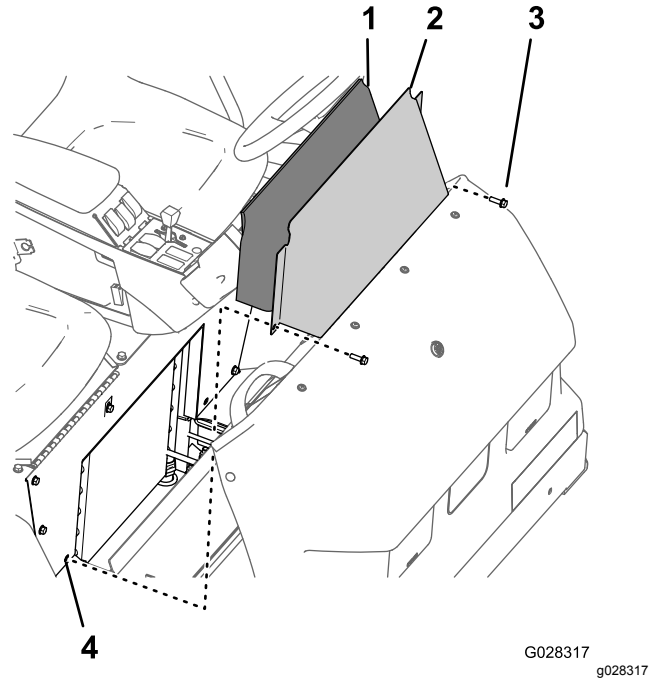

Bild 43
1. Entfernen Sie die zwei Bundkopfschrauben, mit denen die Abdeckplatte am Sitzunterteil befestigt ist (Bild 43).
2. Nehmen Sie die Abdeckung des Sitzunterteils und die Schallschluckplatte von der Maschine ab (Bild 43).
1. Fluchten Sie die Schallschluckplatte mit dem Loch im Sitzunterteil für die Abdeckplatte des Sitzunterteils aus (Bild 43).
2. Fluchten Sie die Löcher in der Abdeckplatte des Sitzunterteils mit den Löchern im Sitzunterteil aus (Bild 43).
3. Befestigen Sie die Abdeckplatte des Sitzunterteils mit den zwei Bundkopfschrauben (Bild 43) am Sitzunterteil, die Sie in Schritt 1 in Entfernen der Abdeckplatte am Sitzunterteil (Seite 44) entfernt haben.